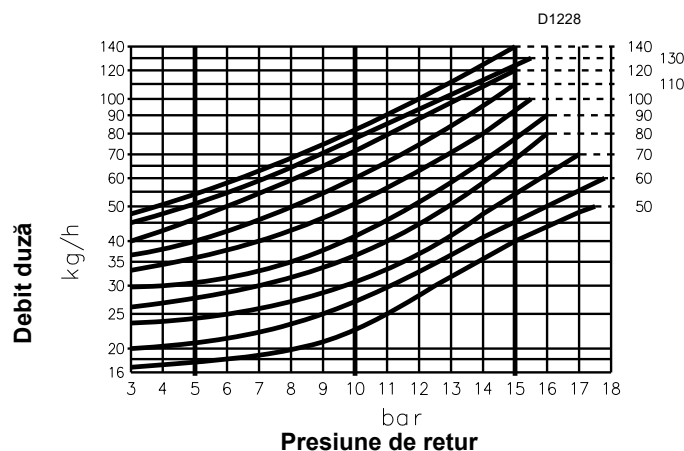
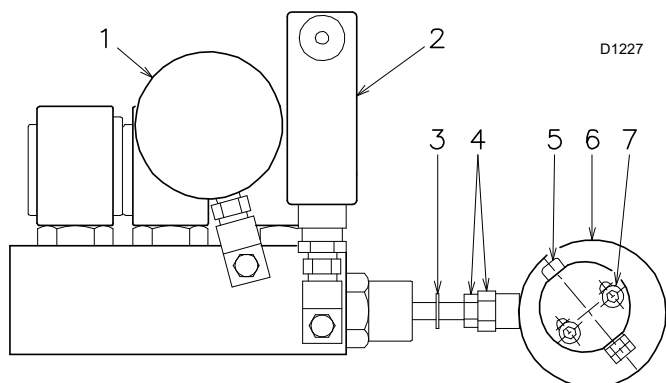

Fig. 28
Fig. 29
Diagrama (Fig. 28) indică această relație pentru duzele Bergonzo tip A3 și A4 cu presiune de refulare a pompei de 20 bari.
Valoarea presiunii pe returul duzei este indicată de manometrul 1)(Fig. 29).
Corecțiile presiunii de retur se obțin prin modificarea excentricului 6)(Fig. 29) și a piuliței de blocare 4)(Fig. 29).
- Nu aduceți niciodată pistonul variatorului în suport: inelul de oprire 3)(Fig. 29) determină cursa maximă.
- Odată ce reglarea a avut loc, verificați manual, după deblocarea servomotorului (a se vedea pag. 26), dacă între 0° și 130° nu există impingings și dacă presiunile maxime și minime corespund celei alese conform diagramei (Fig. 28 pag. 24).
Debitul duzei este dat de diagrama (Fig. 28 pag. 24) la presiunea de pe returul duzei, citită pe manometrul 1)(Fig. 29 pag. 25).